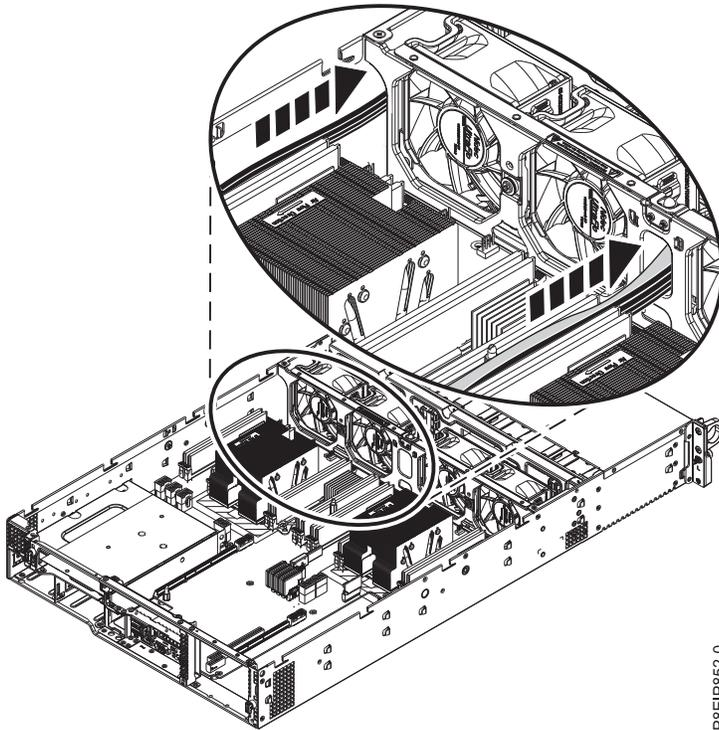

Figura 13. Removendo os cabos do painel traseiro da unidade de disco
6. Passe cuidadosamente os cabos de sinal e cabos de energia da unidade através do chassi para removê-los, conforme mostrado na Figura 13 na página 16.